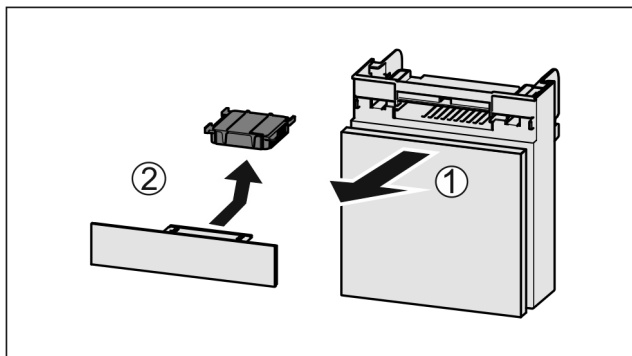

Fig. 137
- Потягніть Fig. 137 (1) відділення вперед.
- Витягнути Fig. 137 (2) фільтр з активованого вугілля.